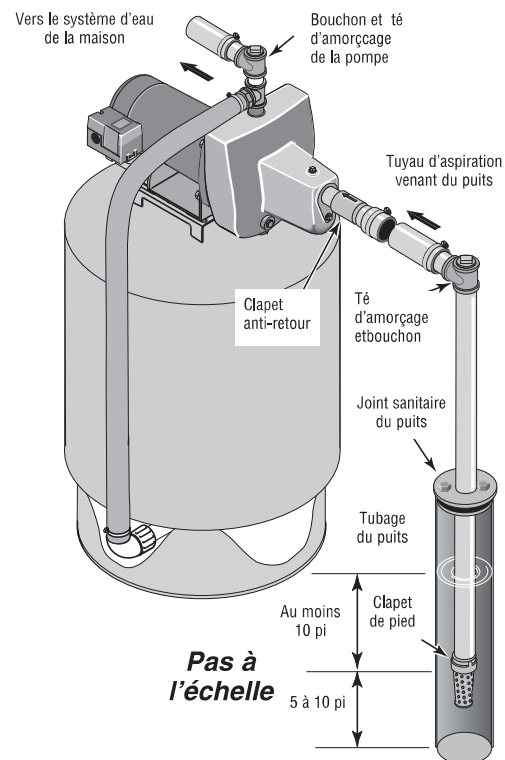

Figure 2 : Installation dans un puits à tubage
INSTALLATION SUR UN PUIT À TUBAGE DE 2 POUCES DE DIAMÈTRE OU PLUS GRAND (voir la Figure 2)
2. Brancher le clapet de pied, la crépine et le tuyau du puits (voir la Figure 2). S'assurer que le clapet de pied fonctionne librement.
- Poser le té d'amorçage, le bouchon d'amorçage et le tuyau d'aspiration sur la pompe (voir la Figure 2). Brancher le tuyau provenant du puits sur l'orifice d'aspiration de la pompe en utilisant le moins possible de raccords - en particulier des coudes - étant donné que les raccords augmentent le frottement de l'eau dans les tuyaux (il faut toutefois ajouter un clapet de pied – voir la Figure 2). Le diamètre du tuyau d'aspiration doit être au moins aussi grand que le diamètre de l'orifice d'aspiration de la pompe. Utiliser du ruban d'étanchéité en PTFE pour filetage sur les raccords filetés. Supporter le tuyau de façon qu'il ne soit pas cintré afin qu'il n'exerce pas de contraintes sur le corps de la pompe; de plus, il doit être légèrement incliné vers le haut, du puits jusqu'à la pompe (les points hauts risquent de causer des poches et des bouchons d'air dans la pompe). Rendre étanches les raccords du tuyau d'aspiration avec du ruban d'étanchéité en PTFE pour filetage. Les raccords doivent être étanches à l'air et à l'eau. *Si le tuyau d'aspiration aspire de l'air, la pompe ne pompera pas l'eau du puits.*